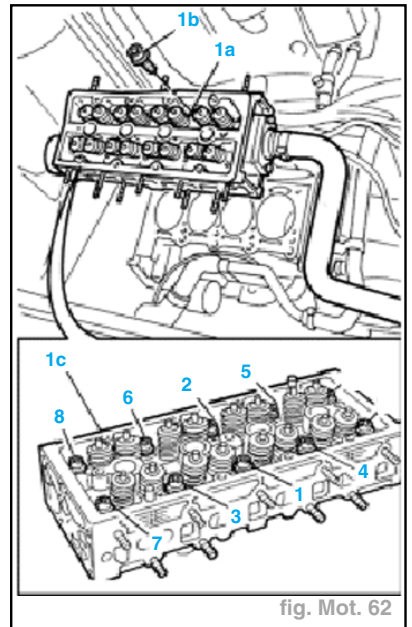

fig. Mot. 62
- Positionner la culasse (1a) et serrer les vis (1b) au couple puis angulairement en suivant l'ordre de serrage (1) (fig. Mot. 62) :